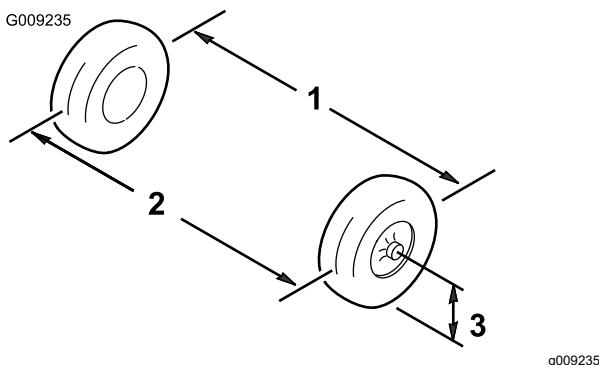

Figure 45
1. Mesurez la distance entre les roues avant à hauteur d'essieu, à l'avant et à l'arrière des roues (Figure 45).